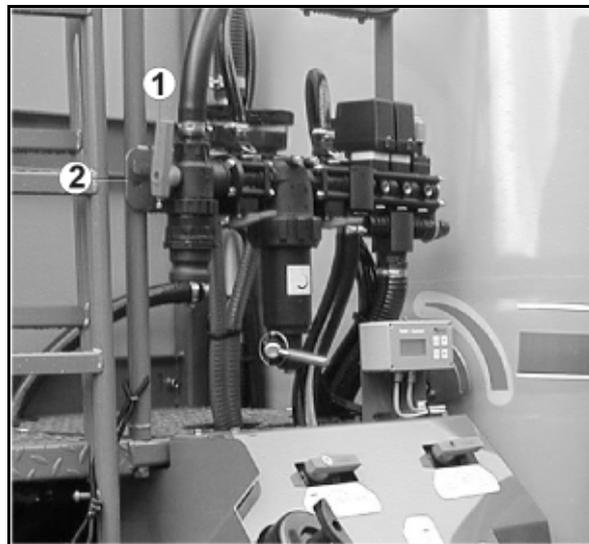

Fig. 68
7. Sicherungsblech (Fig. 68/1) zurückdrücken, Umschalthahn (Fig. 68/2) nach unten schwenken und Restflüssigkeit ablassen.